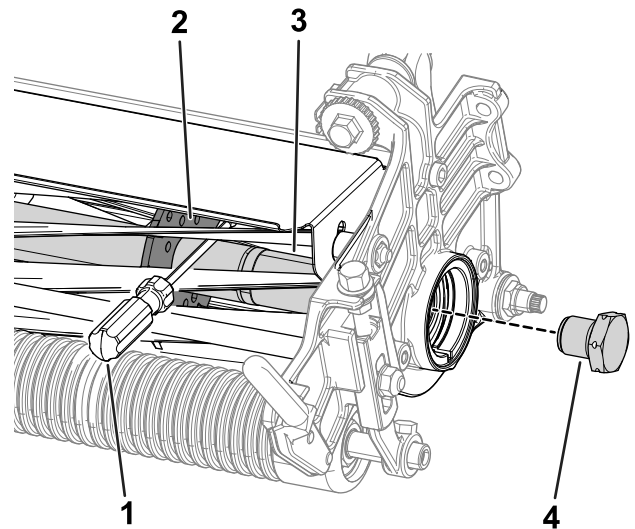

図 28
1. 長い柄のバール9 mm x 30 cm 程度のドライバータイプのもの。握りのついているものがよいを用意する。バールは、トルク作業を行う側に近い側で、リールの下から差し込むようにする(図 28)。
2. リールサポートプレートの溶接されている側からバールを入れ(図 28)、